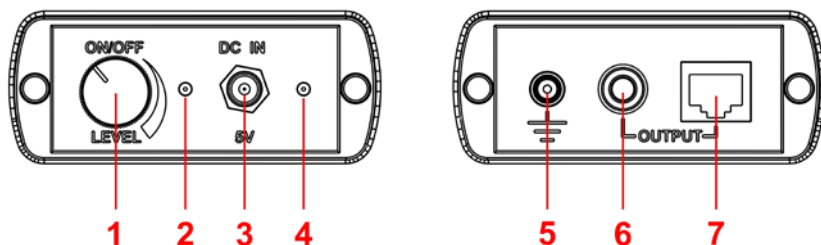

Рис.3
Генератор представляет собой функционально законченное устройство с автономным питанием (аккумулятор). Внешний вид генератора представлен на рис.3. Генератор используется при трассировке кабелей (режим «ТРАССОИСКАТЕЛЬ») и предназначен для подачи в проверяемую проводную линию тестового сигнала.
Цифрами на рис.3 обозначены:
Контроль электропитания генератора осуществляется с помощью двух светодиодов (рис.3, п.2 и п.4). При включении генератора загорается красный светодиод (рис.3, п.2). При разряде аккумулятора он начинает мигать. Зарядка аккумулятора осуществляется в выключенном состоянии с помощью зарядного устройства (рис.1, п.4). При этом светится зеленый светодиод (рис.3, п.4), который по окончании зарядки гаснет.
Генератор оборудован двумя выходными разъемами. Если линия оборудована вилками или розетками стандарта RJ, используется гнездо RJ45 (рис.3, п.7). Тестовый сигнал подается на контакт №4 этого гнезда.
Если проверяемый кабель, не оборудован разъемами, используется гнездо (рис. 3, п.6) и щуп с зажимом типа «крокодил». Для корректной работы генератор должен быть подключен к линии заземления (или к протяженной металлической конструкции в помещении) с помощью кабеля (рис. 1, п.8).
2. Включить генератор, повернув ручку (рис.3, п.1) и установить ее в среднее положение.